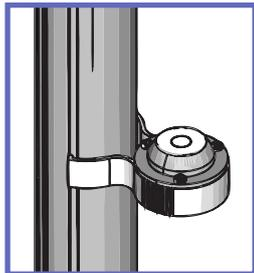
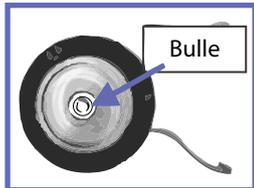

Fig. 16
Fig. 17
- 10) Avant que le poteau *EASYTRACK* ne soit serré contre le plafond, vérifier le niveau afin de s'assurer que la bulle se trouve au centre du cercle. Redresser le poteau jusqu'à ce que la bulle soit au centre du cercle, voir les Fig. 16 et Fig. 17.